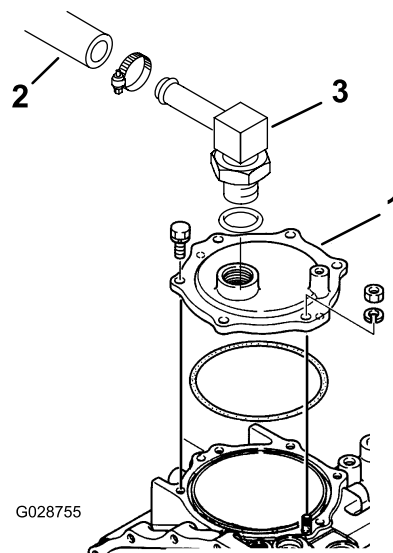

Рисунок 16
- Отсоедините гидравлический шланг от штуцера на плоской крышке ведущего моста (Рисунок 16).